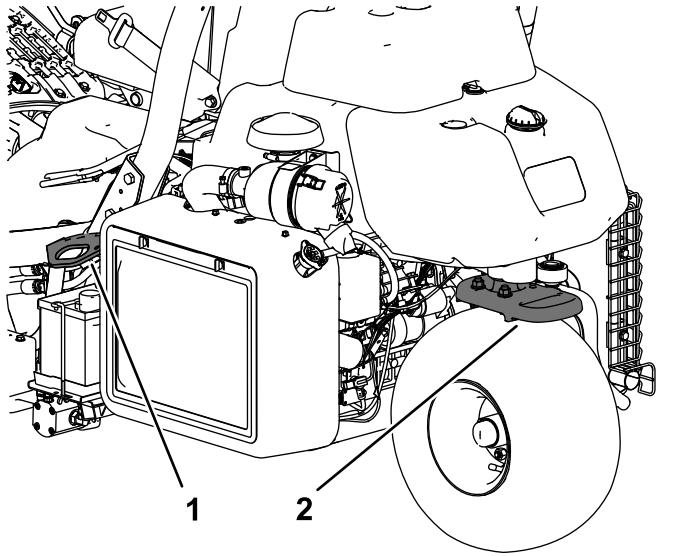

Figura 28
- Prenda a máquina de forma segura utilizando correias, correntes, cabos ou cordas. As correias frontal e traseira devem estar dirigidas para baixo e para fora da máquina (Figura 28).